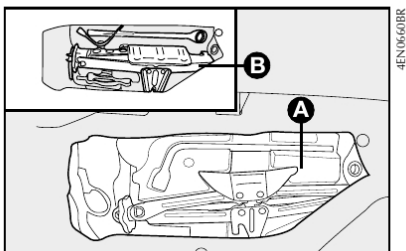

fig. 5
- Retirar o suporte de ferramentas **A-fig. 5** de sua sede.
Para versão Adventure, não é necessário retirar o suporte de ferramentas de sua sede para retirar o macaco e as demais ferramentas detalhe **B-fig. 5**.